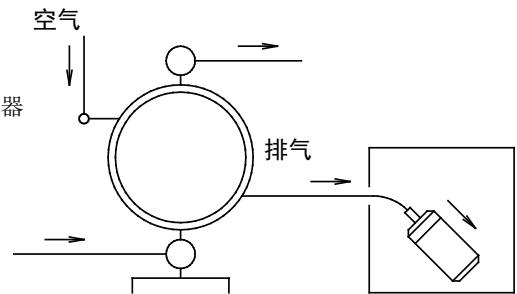

Fig.3.2
* 不要将排出气体排放在液剂中，请将其排放到外部。方法请参见后面叙述的〈NOTE〉外部排气方法Fig3.2。